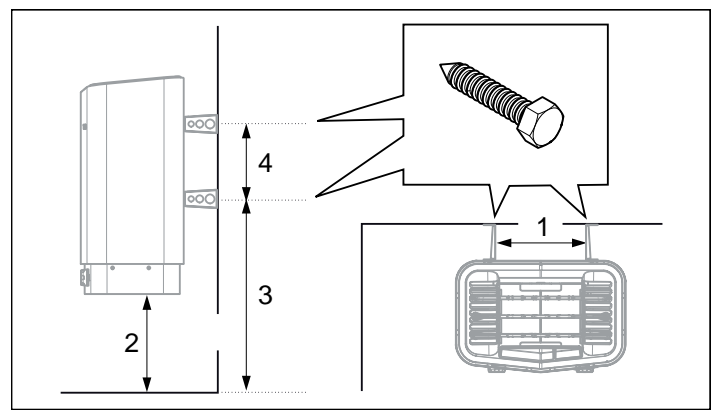

Figure 11 : Dimensionnement
9. Positionnez les vis de supports en fonction du dimensionnement indiqué (voir figure 11).